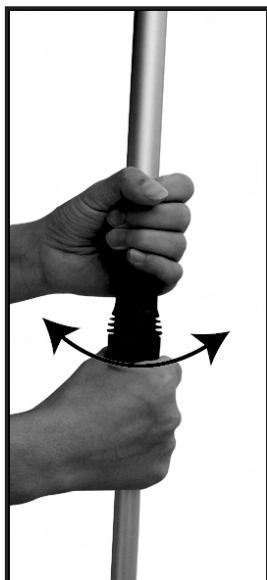

Fig. 14
- 1) Desserrez le coupleur de réglage (15). (Fig. 14)
- 3) Resserrez le coupleur de réglage (15). (Fig. 14)